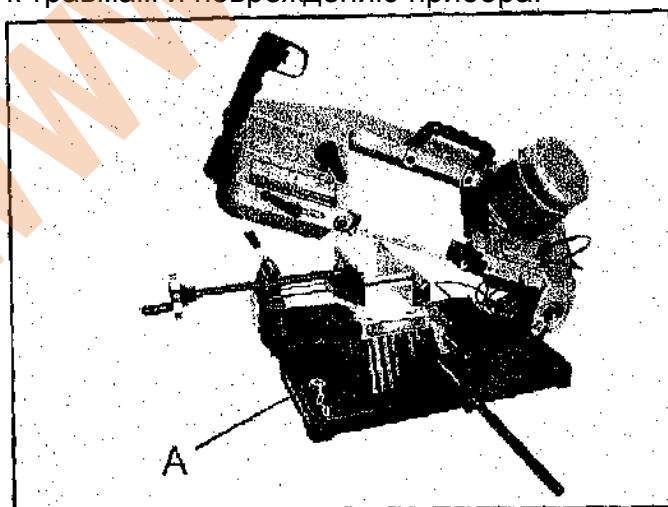

Рис. 1
Отсоедините замок цепи (A) Рис. 1, чтобы открыть пилу. После использования, переместите цепь и убедитесь, что она правильно закреплена для гарантии вашей безопасности. Несоблюдение этого требования может привести к травмам и повреждению прибора.